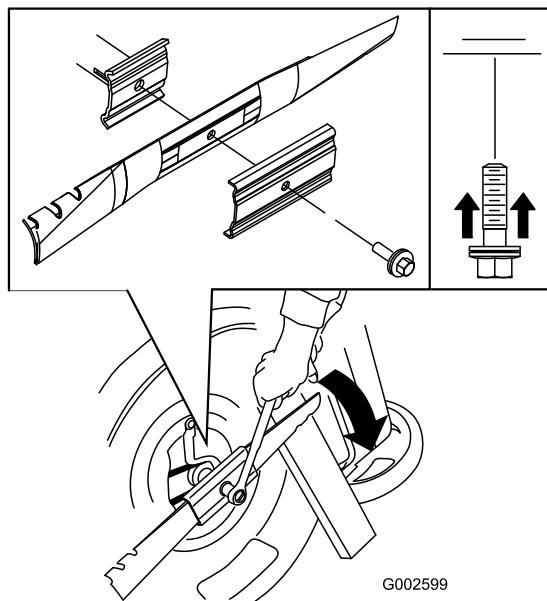

Рисунок 30
5. Установите новый нож (поворните болт крепления ножа по часовой стрелке) и все крепежные приспособления (Рисунок 30).